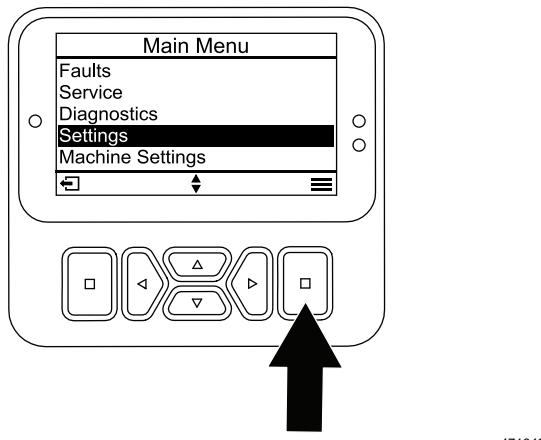

Figura 28
1. A partir do MENU PRINCIPAL, percorra até ao menu de DEFINIÇÕES e prima o botão de seleção (Figura 28).